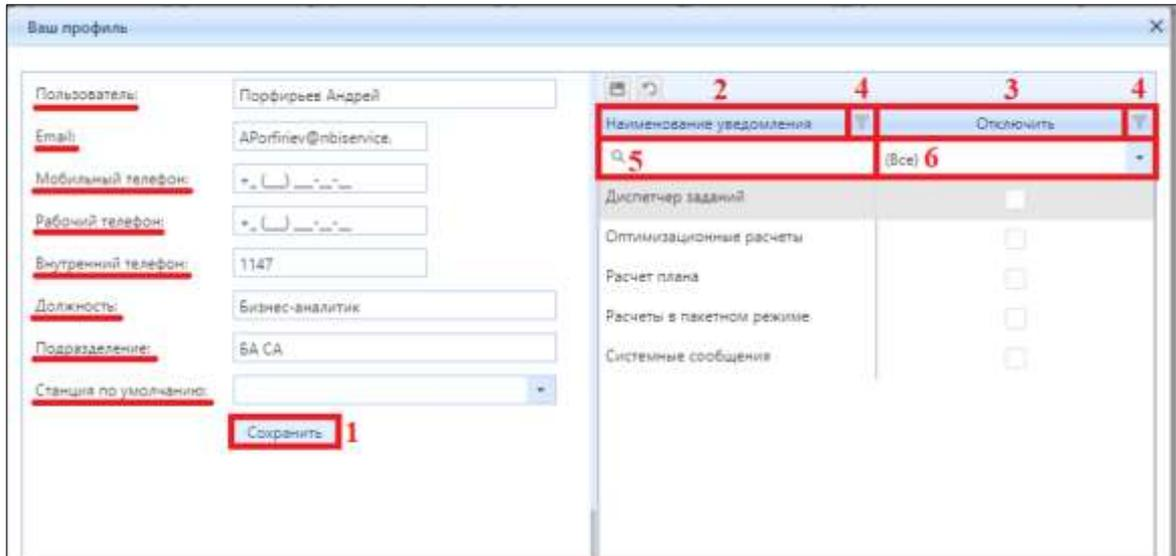

Рисунок 3.3.12 – Интерфейс окна «Ваш профиль»
После нажатия на кнопку «Профиль» (рис. 3.3.12) появится окно «Ваш профиль» (рис. 3.3.12). В данном окне хранится ваша пользовательская и контактная информация, которую можно отредактировать. В текстовом поле для настройки «Пользователь» по умолчанию отображается ФИО, которое присвоил администратор Системы при создании учетной записи. В случае некорректной информации введите изменения в поле и нажмите на кнопку (1) «Сохранить» (рис. 3.3.12). Для записи «Email» имеется возможность указать почтовый адрес, по которому возможно связаться с пользователем. Для записи «Мобильный телефон» имеется возможность указать мобильный телефон. Для записи «Рабочий телефон» имеется возможность указать рабочий телефон. Для записи «Внутренний телефон» имеется возможность указать внутренний телефон в рамках рабочей организации. Для записи «Должность» имеется возможность указать должность в рамках рабочей организации. Для записи «Подразделение» имеется возможность указать подразделение в рамках рабочей организации. Для записи «Станция по умолчанию» в выпадающем списке выбирается станция, которая наиболее часто используется текущим пользователем в Системе.
В таблице, находящейся в правой части интерфейса окна, содержатся записи настроек об уведомлениях из доступных модулей Системы. В колонке (2) «Наименование уведомления» (рис. 3.3.12) хранятся записи, соответствующие наименованию модуля Системы, в котором предусмотрено получение уведомлений. В колонке (3) «Отключить» (рис. 3.3.12) содержатся чек-боксы, при активации которых пользователь не будет получать уведомление из модуля.
Для удобства и оперативности просмотра настроек в интерфейсе окна «Ваш профиль» реализованы вспомогательные кнопки и поля. В каждой колонке таблиц имеется кнопка (4) «Отфильтровать» (рис. 3.3.12), предназначенная для фильтрации отображаемой информации. Поисковое поле (5) (рис. 3.3.12) предназначено для оперативного поиска информации,
хранящейся в определенной колонке. В поле (б) (рис. 3.3.12) реализован ниспадающий список (Все, Да, Нет), выбрав одну запись из перечня, пользователю выводится информация об имеющейся настройке.